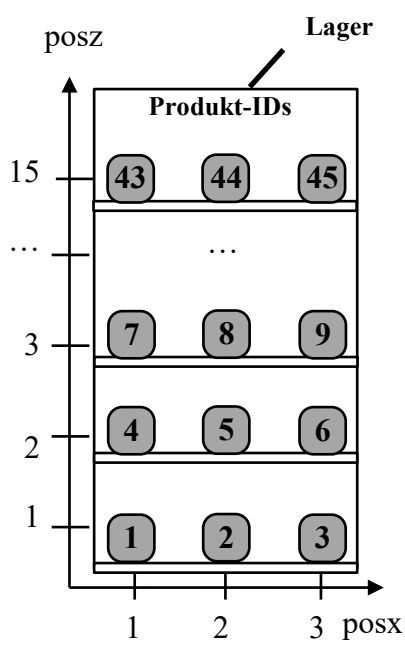

Bild 16.1 Produkt-IDs im Lager
Den Produkten im Lagerhaus werden gemäß folgenden Regeln Produkt-IDs zugeteilt (siehe Bild 16.1).
- Die Nummerierung erfolgt aufsteigend (1, 2, 3, ... 45), von links nach rechts und von unten nach oben, wie in Bild 16.1 gezeigt.